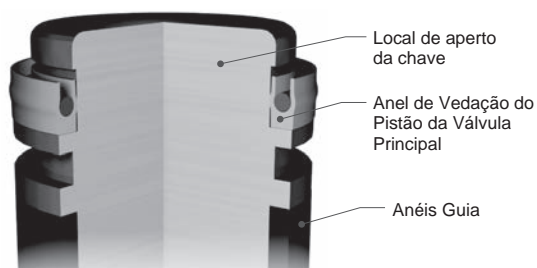

Figura 49: Características da válvula principal
10. Para vedações de Teflon certifique-se da integridade da vedação de Teflon e da mola da vedação. Instale a Vedação do Pistão da Válvula Principal no diâmetro externo do Pistão da Válvula Principal, na extremidade oposta à base do Pistão da Válvula Principal, como exibido na Figura 49.